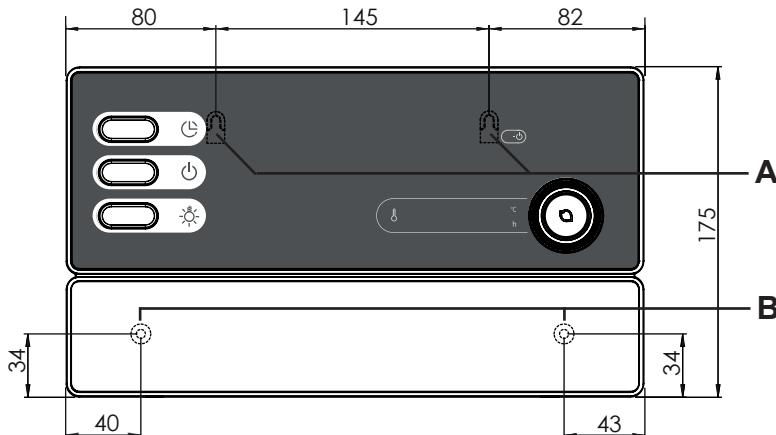

Fig. 1 Position du dispositif de suspension et des ouvertures de montage (mesures en mm)
- Vissez deux vis cruciformes (16 mm) à une hauteur d'environ 1,70 m jusqu'à obtenir un écartement de 7 mm dans la paroi du sauna. L'espace entre les deux vis doit être de 145 mm (voir **Fig. 1**).
- Accrochez la commande de sauna à l'aide du dispositif de suspension **A** aux vis cruciformes montées (voir **Fig. 1**).
- Vissez deux vis cruciformes (16 mm) dans les ouvertures de fixation inférieures **B** (voir **Fig. 1**).